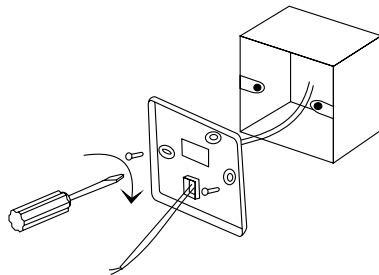

Рис. 2
4. Как показано на рис. 2, закрепите заднюю крышку пульта на стене или распаечной коробке с помощью комплектных саморезов M4×20.